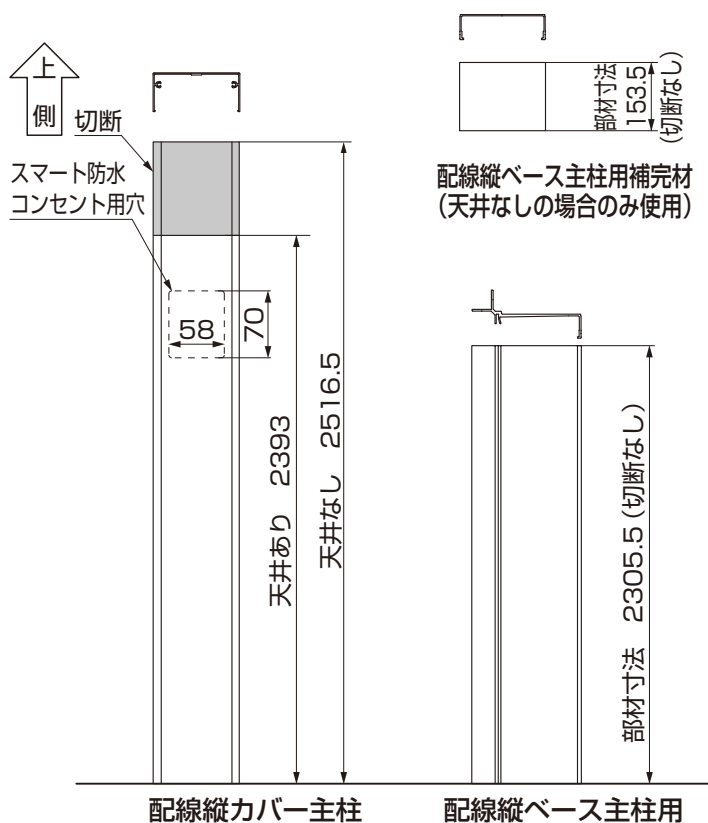
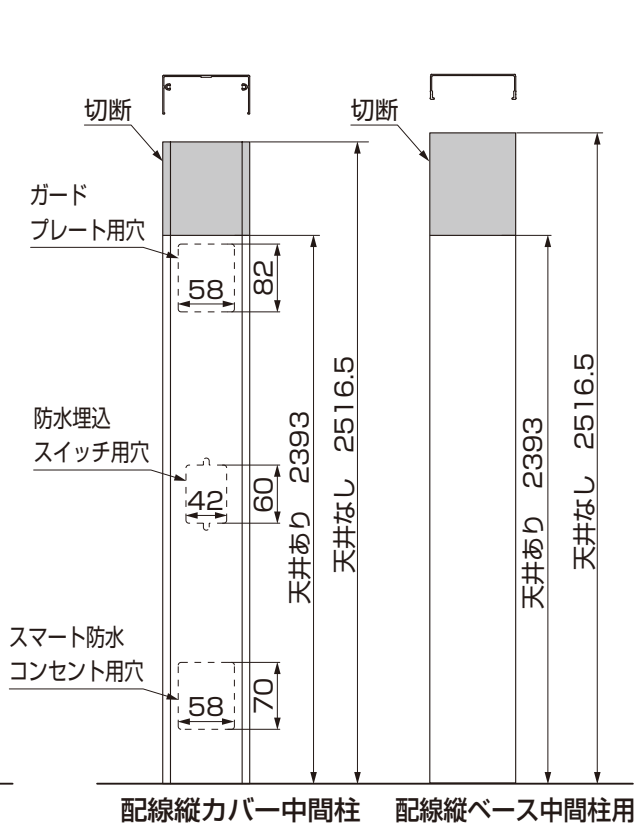

図1-1 配線カバー主柱の切断
図1-2 配線縦ベース中間柱の切断
- 配線縦カバーの切断（現場加工）は、必要寸法に必ず上端を切断してください。（図1-1、図1-2参照）